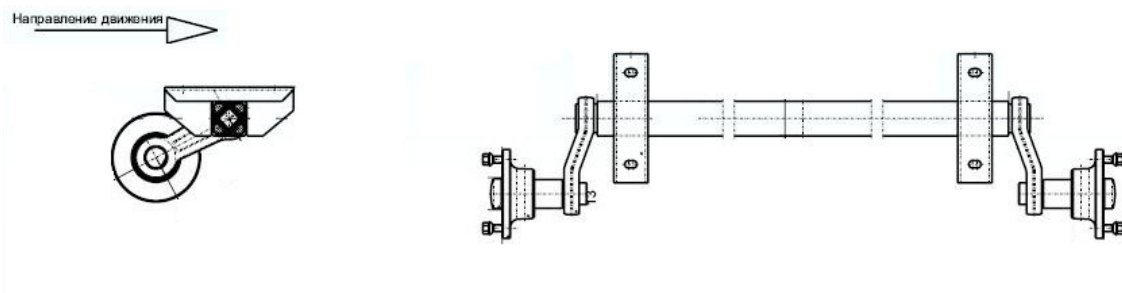

Рис.3. Устройство оси на резино-жгутовом торсионе
3.4.1 Ось на резино-жгутовом торсионе независимая состоит из наружной и внутренней труб между которыми защемлены резиновые жгуты. Наружная труба закреплена поперечно на раме. К торцам внутренних труб крепятся маятниковые рычаги со ступицами (Рис.3). Подвески такого типа практически не требуют обслуживания.